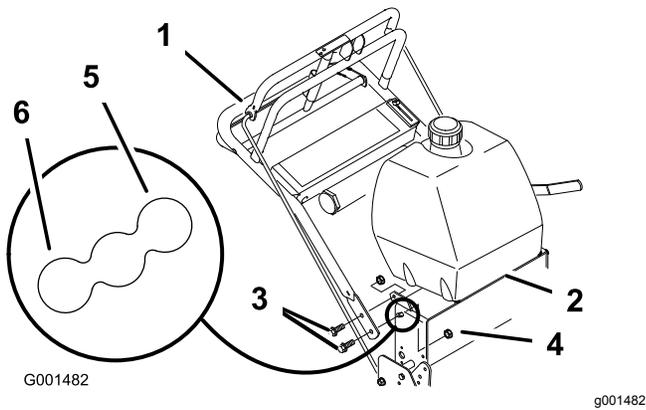

Figura 20
prensada (3/8") que sujetan el manillar al bastidor trasero (Figura 20).
3. Retire los pernos con arandela prensada inferiores (3/8" x 1") y las tuercas con arandela prensada (3/8") que sujetan el manillar al bastidor trasero (Figura 20).